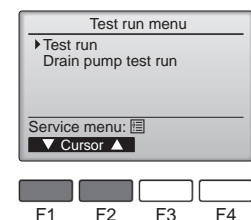

Fig. 7-2
- 2 Wählen Sie „Test run“ (Testlauf) aus dem Testlauf-Menü, und drücken Sie die [AUSWAHL]-Taste. (Fig. 7-2)